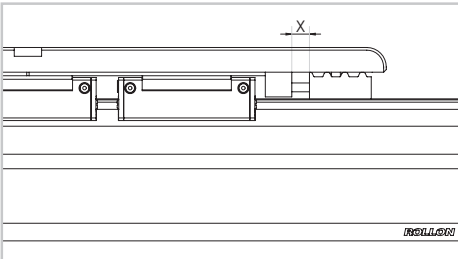

Fig. 2
1) Misurare la distanza X tra il carro e il serracinghia (Fig. 2)